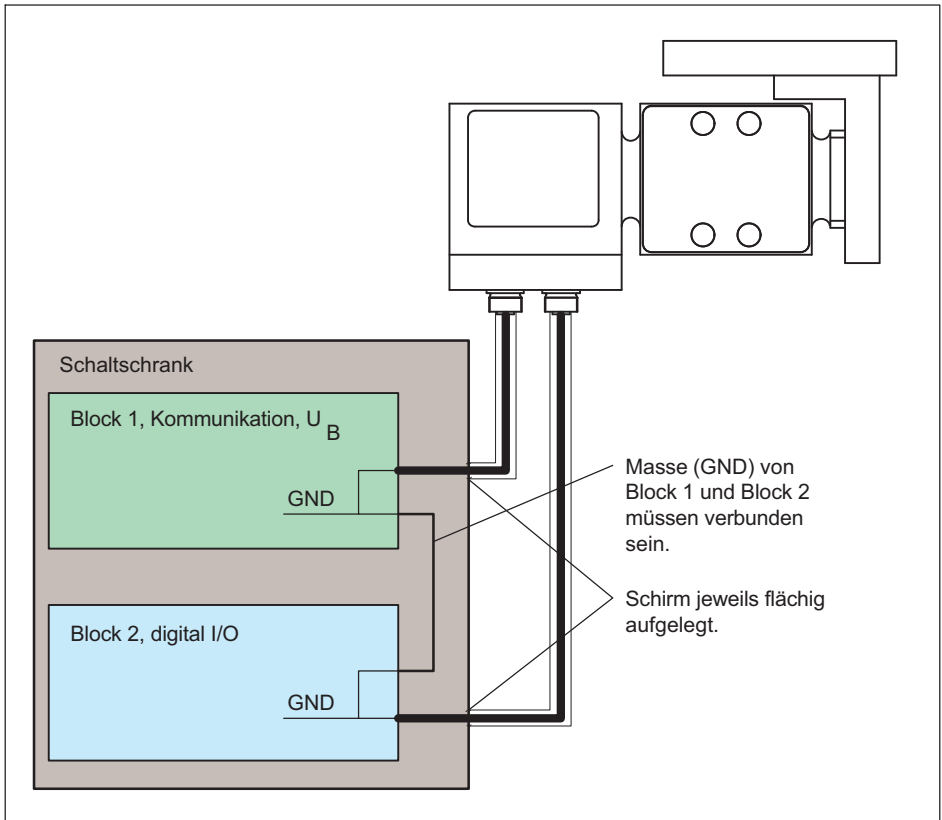

Abb. 7.2 Verbindung der GND-Potenziale bei Montage innerhalb eines Schaltschranks
2. Beide Funktionsblöcke befinden sich innerhalb eines Schaltschranks (Abb. 7.2).
Stellen Sie bei einer Montage aller Funktionsblöcke innerhalb eines Schaltschranks (Abb. 7.2 auf Seite 18) sicher, dass die GND-Potenziale der beiden Blöcke verbunden sind.